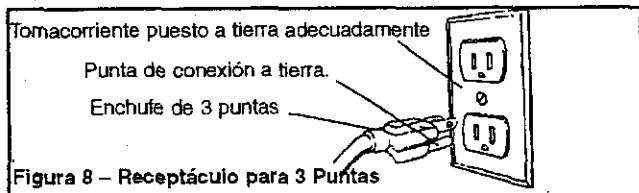

Figura 8 – Receptáculo para 3 Puntas
- A fin de protegerlo contra una descarga eléctrica, esta herramienta está equipada con un cable de tres conductores aprobado y clasificado para 150 V, así como con un enchufe de tres clavijas tipo conexión a tierra (Figura 8).
- El enchufe de conexión a tierra deberá conectarse directamente a un receptáculo para 3 clavijas debidamente instalado y conectado a tierra, tal como se muestra (Figura 8).